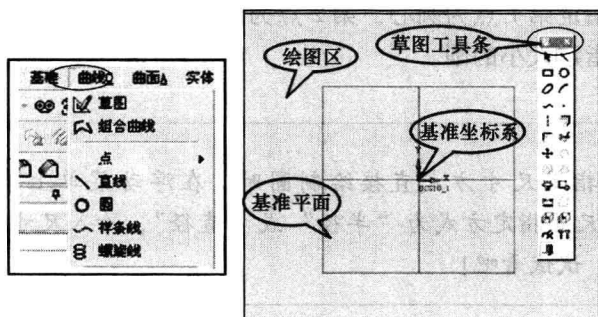

图 1-5 草图绘制模式
2) 当鼠标指针移向曲线时单击鼠标左键，选择【草图】命令，进入草图绘制模式，如图 1-5 所示。